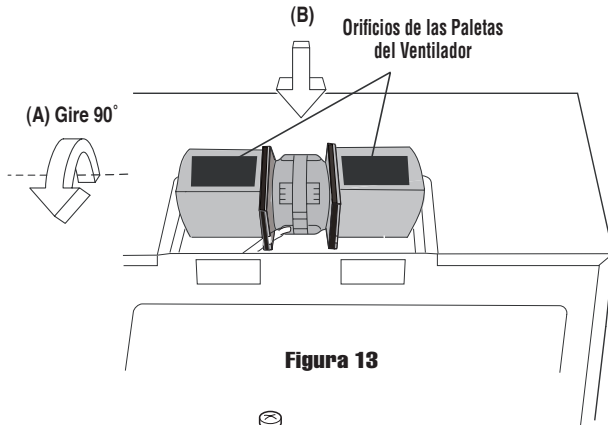

Figura 13
3. Gire la unidad de ventilador de la campana 90° para que los Orificios de las Paletas del Ventilador estén frente a la parte superior del horno. Vea la Figura 13 de la página 6. Coloque nuevamente la unidad de ventilador de la campana en el horno. Tenga cuidado de no atrapar al conductor entre el soporte interior y la unidad de ventilador de la campana. Coloque el conductor en la caja de alambres.